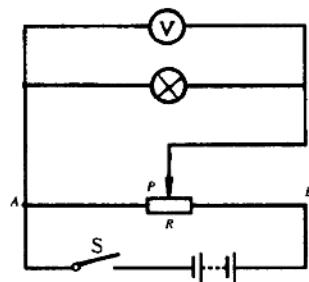

图 2-9 用滑动变阻器调节电压
(1) 调节电路中的电流:电阻丝的一端和金属滑杆的一端串接在电路中。通过改变电路的电阻值,达到调节电流的目的。
(2) 调节电路任意两点间的电压:电路如图 2-9 所示。把电阻丝两端接入电源正负极两端,把小灯泡的两端分别和滑动变阻器 AP 两处的接线柱连接。电压表与灯泡并联。把变阻器调到最小值,再逐渐增大,直到电压表指针偏转到所需的电压值。